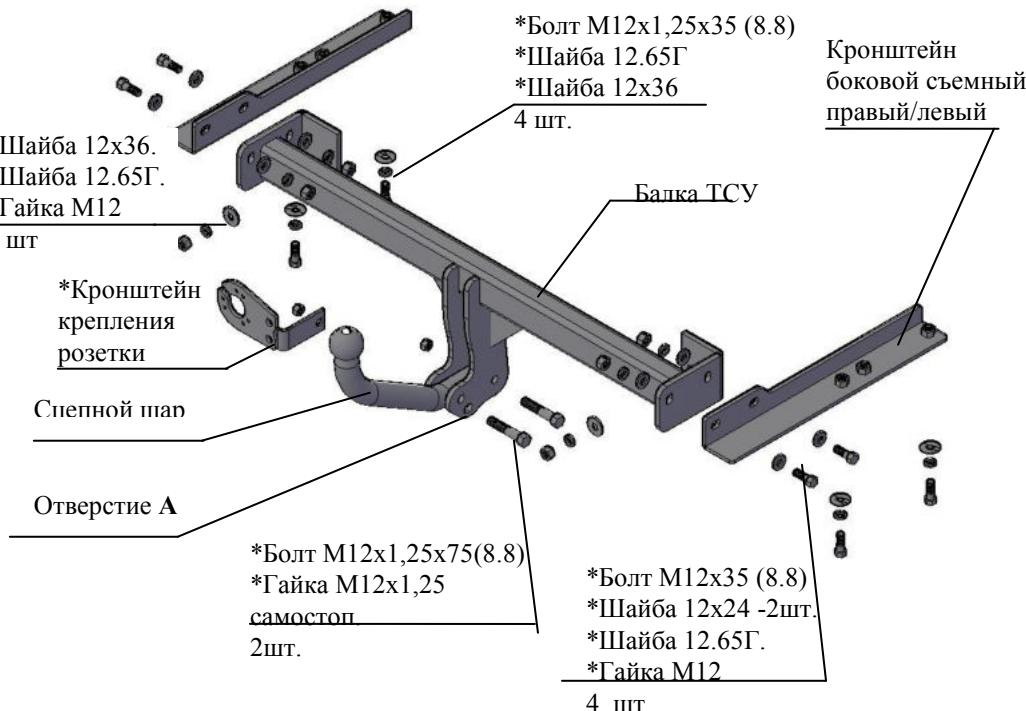

Рис.1 Тягово-сцепное устройство 9450
2.1 ТСУ 9450 в сборе (рис.1)	1 шт.
2.2 Пакет с комплектующими (см. рис.1)	1 шт.
4.3 Установить боковые съемные кронштейны ТСУ (правый и левый соответственно рис.1) внутрь лонжеронов а/м, закрепить к нижним полкам болтами M12x1,25x35, (используя приварные гайки), под головки болтов подложить шайбы 12.65Г и шайбы 12x36. Крепеж не затягивать.